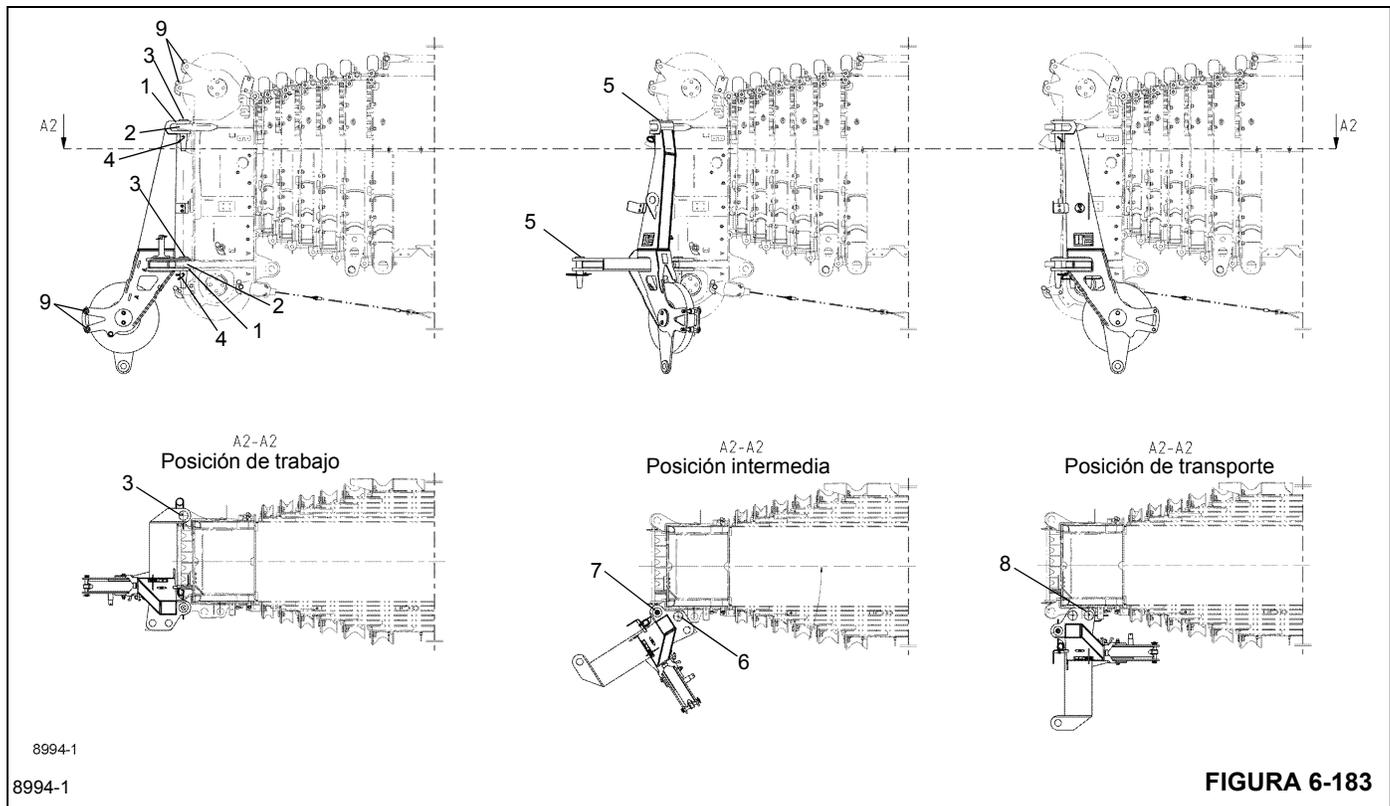

FIGURA 6-183
2. Use una grúa auxiliar conectada a los ojales de elevación (3) en la punta de pluma auxiliar y levántela hacia la parte frontal sobre la cabeza de pluma principal.
3. Alinee la punta de la pluma de polea única auxiliar de manera que las orejetas de fijación (1, Figura 6-183) queden alineadas con las orejetas de fijación de la punta de la pluma (2).
4. Asegure la punta de la pluma de polea única auxiliar a la punta de la pluma principal usando pasadores (3).
5. Asegure los pasadores (3) con pinzas de retención (4).
En la posición de trabajo, la punta de la pluma de polea única auxiliar está colocada delante de la cabeza de pluma principal y está fijada con tres pasadores (3) (Figura 6-183).
1. Retire las pinzas de retención y saque los pasadores (5) de las orejetas en la parte delantera de la cabeza de pluma principal (Figura 6-183).
3. Inserte el pasador (6) en las orejetas y asegure con la pinza de retención.
4. Retire la pinza de retención del pasador (7) y quite el pasador.
5. Gire la punta de la pluma auxiliar más lejos, hacia el lado de la punta de la pluma principal. Inserte el pasador (8) en las orejetas y asegure con la pinza de retención.
1. Retire las varillas de sujeción del cable de la cabeza de la pluma principal y de la punta de la pluma de polea única auxiliar (9, Figura 6-183).